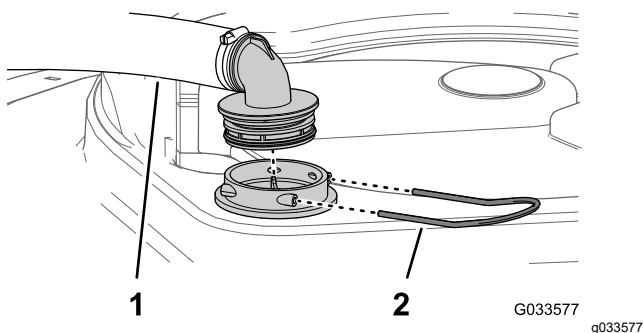

Figura 29
2. Na parte superior do depósito do pulverizador, retire a fixação que prende a união da mangueira unida à tubagem grande da estrutura do filtro (Figura 29).
3. Retire a tubagem e a união da tubagem da estrutura do filtro (Figura 29).